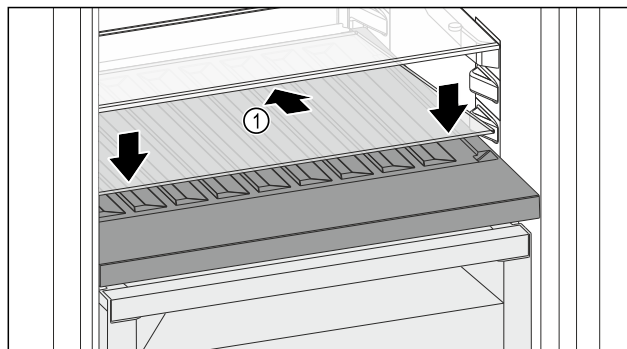

Fig. 163
- ▶ Skleněnou desku Fig. 163 (1) zasuňte šikmo a skloněnou dozadu dolů.
- ▶ Skleněnou desku Fig. 163 (1) vpředu spusťte dolů.